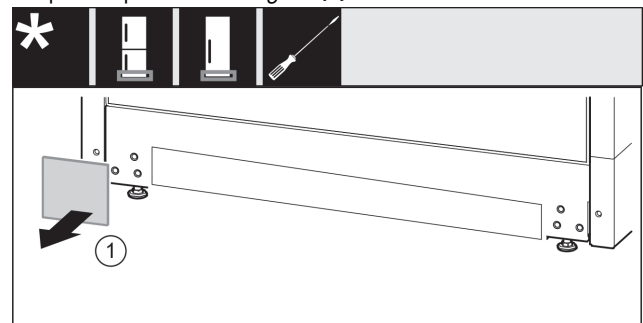

Fig. 18
- ▶ Зніміть кришку. Fig. 18 (1)